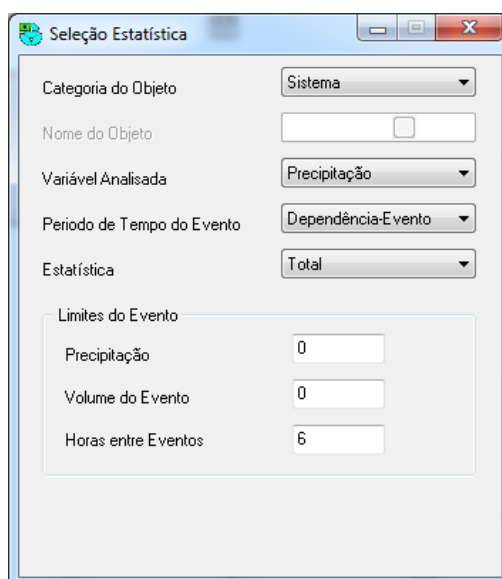

Figura 2.26 - Janela de diálogo de seleção de estatísticas
2. Na janela de diálogo de Seleção Estatística que aparece, devem-se introduzir os valores mostrados na Figura 2.26.